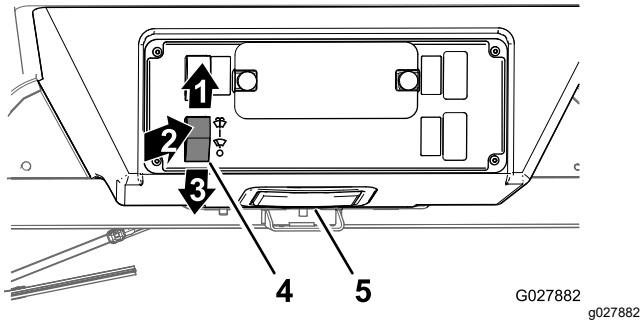

Figura 51
- Presione el interruptor del limpiaparabrisas/lavaparabrisas hacia arriba para activar el limpiaparabrisas (Figura 51).
- Presione el interruptor del limpiaparabrisas/lavaparabrisas hacia abajo para parar el limpiaparabrisas (Figura 51).
- Presione momentáneamente la mitad superior del interruptor del limpiaparabrisas/lavaparabrisas para pulverizar el líquido sobre el parabrisas (Figura 51).